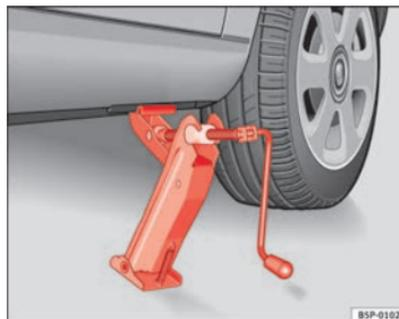

Abb. 178 Wagenheber
- Richten Sie den Wagenheber so aus, dass seine Klau den Steg des Unterholms umfasst und die bewegliche Grundplatte plan auf dem Boden aufliegt ⇒ Abb. 178.